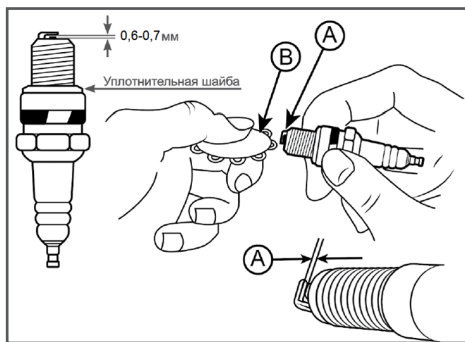

Рис. 20 Проверка зазора между электродами
- Измерьте зазор между электродами свечи зажигания специальным щупом. Зазор должен быть 0,6-0,7 мм (Рис. 20). При увеличении или уменьшении требуемого зазора рекомендуется заменить свечу, так как регулировка зазора может привести к изменению качества искрообразования.